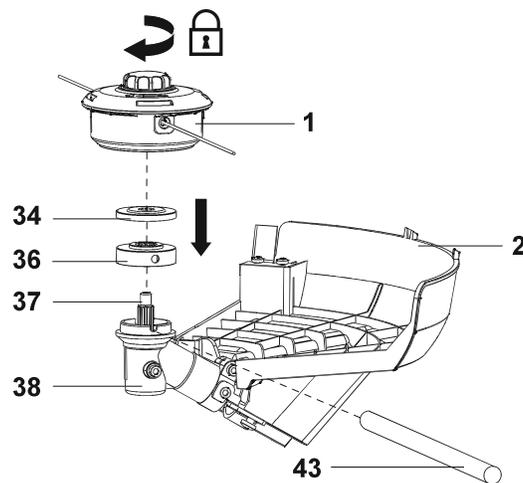

Fig. 4
1. Certifique-se de que a proteção (2) foi montada corretamente.
2. Rode o flange de apoio (36) até que o seu orifício fique alinhado com o entalhe na cabeça da engrenagem (38).
3. Insira a haste de bloqueio do eixo (43) no orifício para bloquear o eixo (37).
4. Instale o flange de bloqueio (34) no flange de apoio (36).
5. Aparafuse a cabeça do aparador (1) no eixo (37) e aperte-o manualmente para a esquerda.
6. Remova a haste de bloqueio do eixo (43) (Fig. 4).